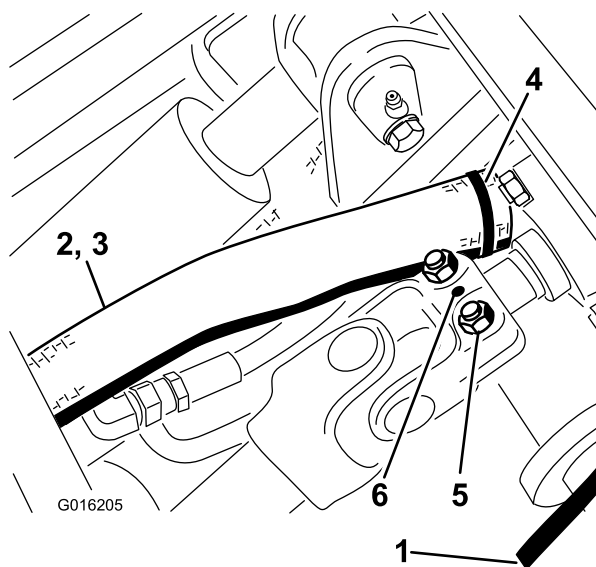

Figura 47
10. Instale o pino de segurança (Figura 47).